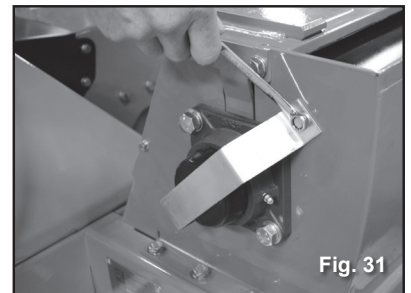
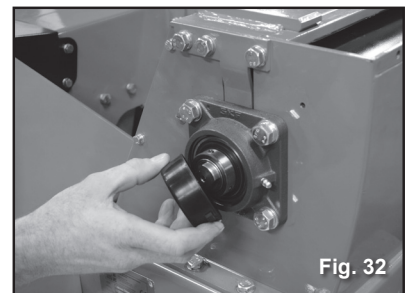
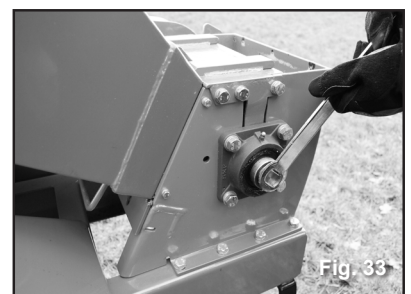

Fig. 31
Fig. 32
Fig. 33
8. Verwijder de beugel van het lager door de twee bouten van de beugel los te draaien (Fig. 31). De zwarte cover kan nu worden verwijderd (Fig. 32). Gebruik de meegeleverde sleutel en schuif deze over de as van de rotor (Fig. 33).